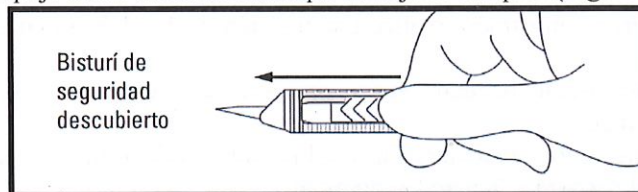

Figura 3
- Para retirar la protección de la hoja del bisturí de seguridad, coloque el pulgar sobre el bisturí y empuje hacia adelante hasta que la hoja se bloquee (Figura 3).